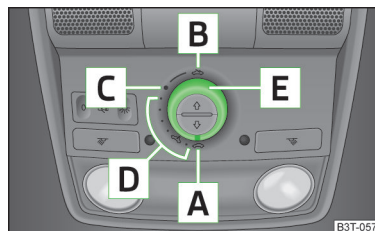
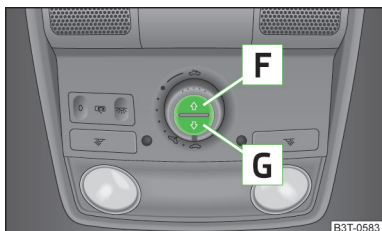

Fig. 46
Fig. 47
- Dacă bateria a fost de exemplu deconectată și apoi reconectată, se poate întâmpla ca trapa glisantă/rabatabilă să nu funcționeze. Apoi aduceți comutatorul rotativ în poziția comutatorului **A** » fig. 46 la pagina 65, trageți de degajare și mențineți-l înspre în jos și înspre în față. După aprox. 10 secunde trapa glisantă/rabatabilă se deschide și se închide la loc. Abia după aceea eliberați comutatorul rotativ.
- Dacă bateria a fost de exemplu deconectată și apoi reconectată, se poate întâmpla ca ruloul parasolar să nu funcționeze. Rotiți atunci butonul în poziția **A** » fig. 46 la pagina 65, apăsați tasta **G** » fig. 47 la pagina 66 și mențineți-o apăsată. După aproximativ 10 secunde ruloul parasolar se deschide și se închide la loc. Abia după aceea eliberați comutatorul rotativ.
► Rotiți comutatorul în poziția **C** » fig. 46.
Ruloul parasolar poate fi închis, respectiv deschis, prin intermediul tastelor » fig. 47.
- Pentru deschidere completă, apăsați scurt tasta **F** » fig. 47.
- Pentru închidere completă apăsați scurt tasta **G** » fig. 47.